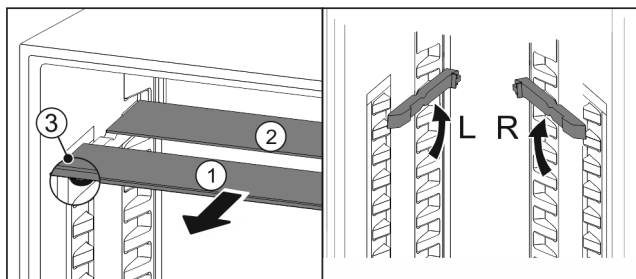

Fig. 137
- По одной извлеките Fig. 137 (1) стеклянные панели движением вперед.
- Стеклянная панель Fig. 137 (1) с декоративной планкой лежит спереди.
- Стопоры Fig. 137 (3) показывают вниз.